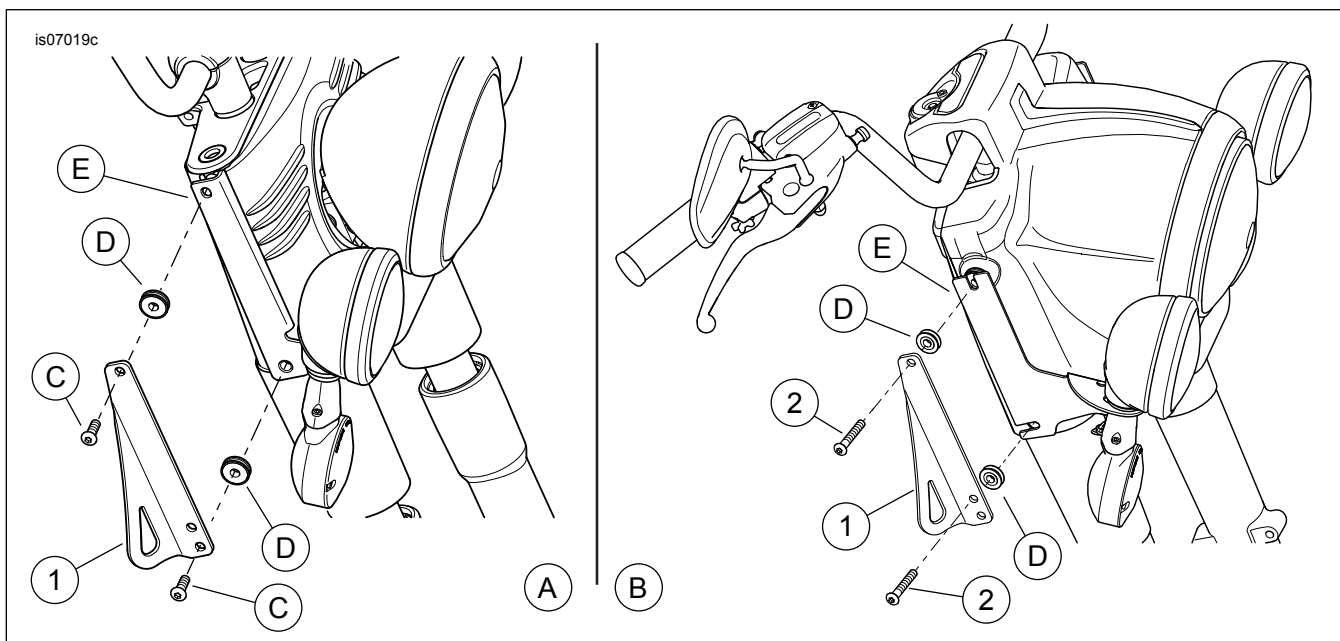

Figura 1. Instalação do grampo de fixação
Veja Figura 1 e Tabela 1. Este kit consiste de grampos de fixação esquerdo e direito (1), quatro parafusos (2) e estas instruções. Apenas os parafusos (peça N.º 4219) estão disponíveis separadamente.